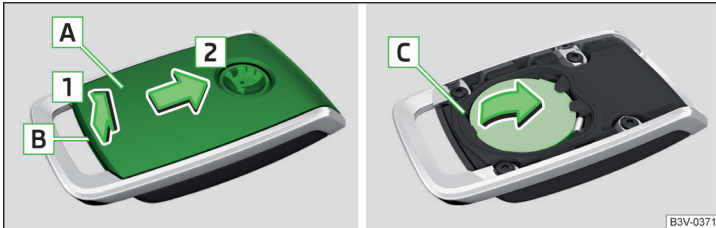

Abb. 346 Abdeckung aufklappen / Batterie herausnehmen
- › Mit einem dünnen Schlitzschraubendreher die Abdeckung **A** im Bereich **B** lösen » Abb. 346.